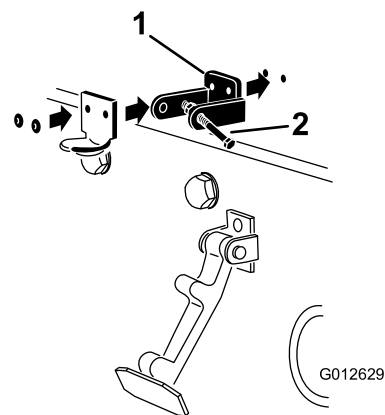

図 4
3. CE 用ロックブラケットとフードラッチブラケットの取り付け穴をそろえて、フードの上に位置決めする。ロックブラケットをフード側にフードに当てて取り付けます 図 4。ロックブラケットアームについているボルトナットアセンブリは外さないでください。
5. ブラケットとワッシャをフードにリベットで固定する 図 4。